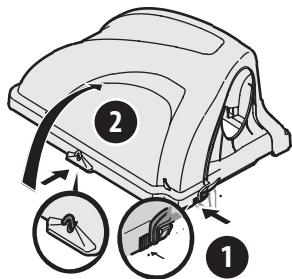

Figure 11
7. Ouvrez le couvercle du bac récupérateur en pressant sur la patte arrière droite avec votre main droite comme indiqué par le point (1) de la Figure 11 et soulevez le couvercle à partir du milieu avec votre main gauche (2).